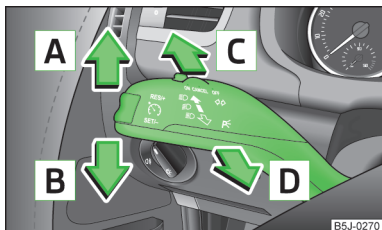

Abb. 40
- Den Blinkerhebel » Abb. 40 auf Seite 60 zum Lenkrad ziehen und gleichzeitig nach unten schieben und in dieser Stellung halten.
- Den Blinkerhebel » Abb. 40 auf Seite 60 zum Lenkrad ziehen und gleichzeitig nach oben schieben und in dieser Stellung halten.
Bedienungshebelstellungen » Abb. 40.
- › Den Bedienungshebel » Abb. 40 auf Seite 60 nach oben bzw. nach unten drücken - das Standlicht auf der rechten bzw. linken Fahrzeugseite wird eingeschaltet.